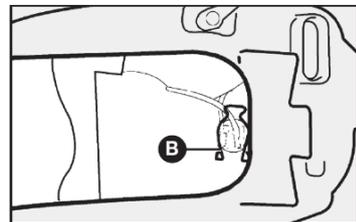

fig. 22
- 3) retirar o porta-lâmpada pressionando as presilhas **B**-fig. 22 abrindo-as lateralmente;